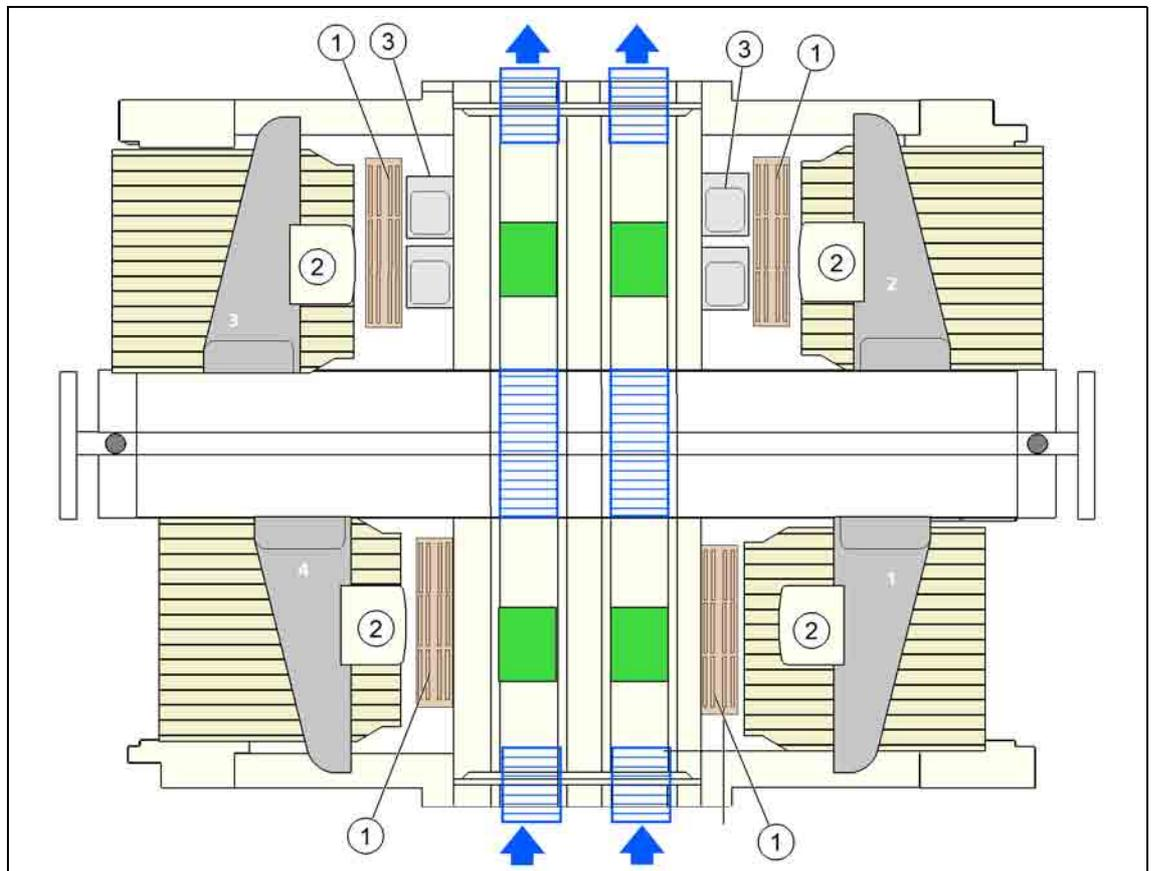

图 6.1-9 SIPLACE MultiStar 吸嘴交换器的位置 - 配置示例
可在料位 1、2、3 和 4 中的每个料位上为 CPP 贴片头（图 6.1-9 中的 1，第 297 页）安装一个吸嘴交换器。
- 位置 2 和 4 处的贴片头不能访问最里面的两个吸嘴盘（图 6.1-9 中的 2）。